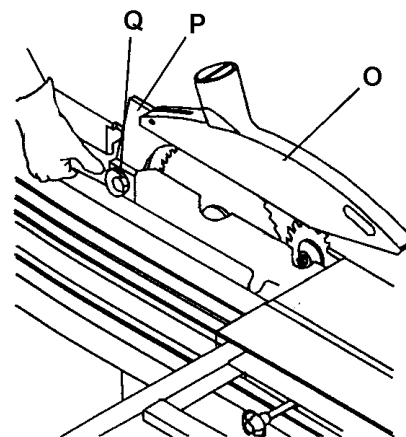

Рис. 17
Положение защитного устройства (O) должно быть отрегулировано таким образом, чтобы были покрыты оба, основной и подрезной диски, а высота подъема должна быть такой, чтобы обрабатываемое изделие могло легко скользить под ним (Рис. 17).